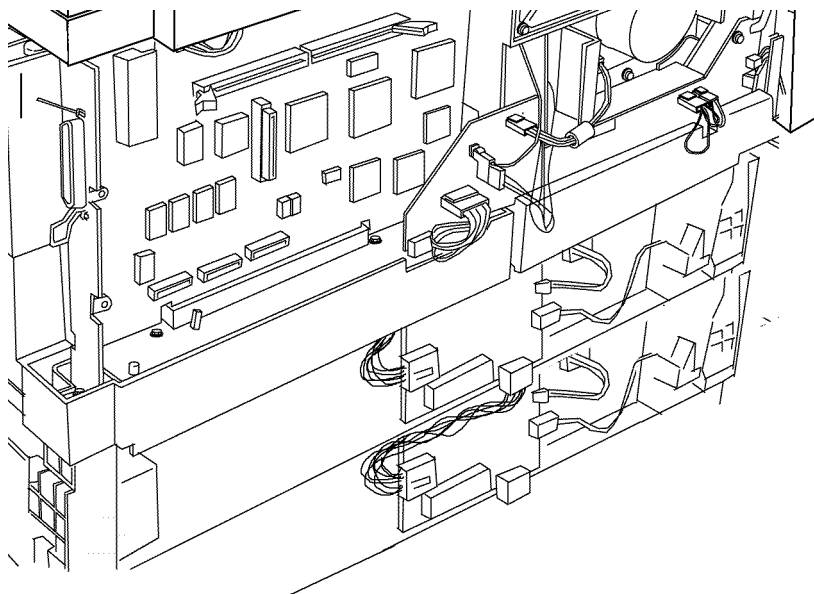

Рисунок 1 Снятие PWB управления лотка 1 или лотка 2
2. Снимите PWB управления лотка 1 или лотка 2 (Рисунок 1).
- а. Отсоедините разъемы (7).
- б. Отверните винты (2).